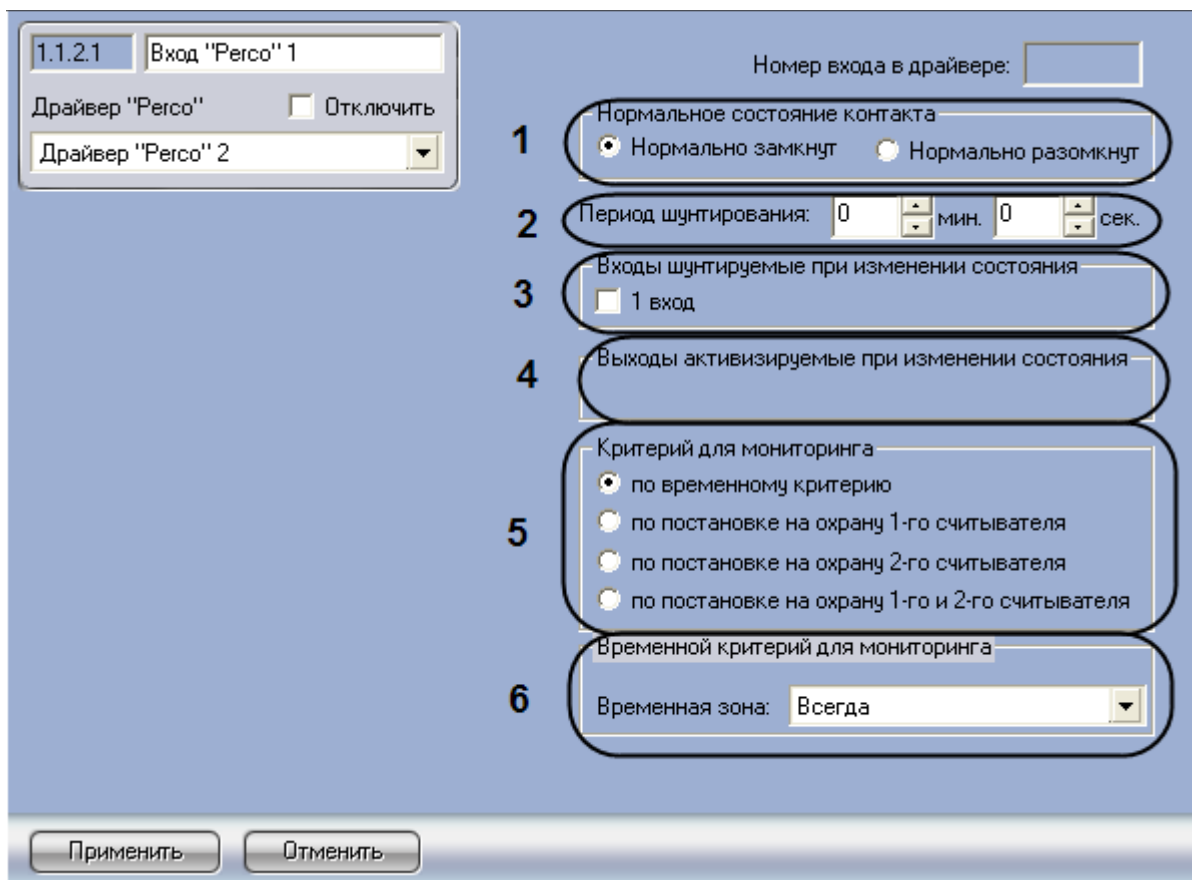

Рис. 3.7—2. Настройка входа *Perco*
2. Установить переключатель **Нормальное состояние контакта** в положение, соответствующее уровню сигнала на входе, который система должна воспринимать как норму (см. Рис. 3.7—2, 1).
3. Указать промежуток времени, в течение которого состояние входа считается нормальным вне зависимости от уровня входного сигнала в полях **Период шунтирования** с помощью кнопок **вверх-вниз**(см. Рис. 3.7—2, 2). Диапазон допустимых значений – от 00 мин 00 сек до 07 мин 56 сек.